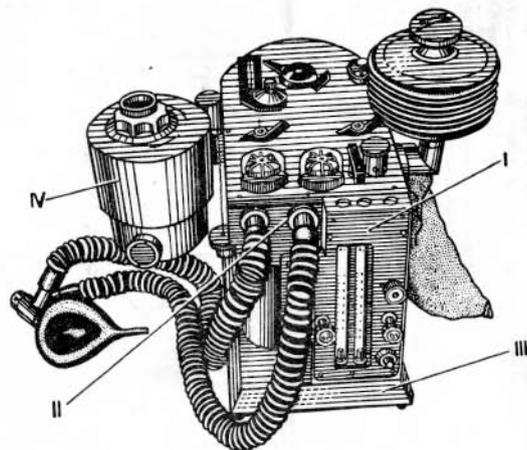

Рис. 2. Аппарат «Наркон-П»: I — дозиметр; II — узел рециркуляции; III — основание; IV — съемный испаритель фторотана
4.2. Конструктивно аппарат состоит из дозиметра I, узла рециркуляции II, основания III и съемного испарителя фторотана IV (рис. 2).